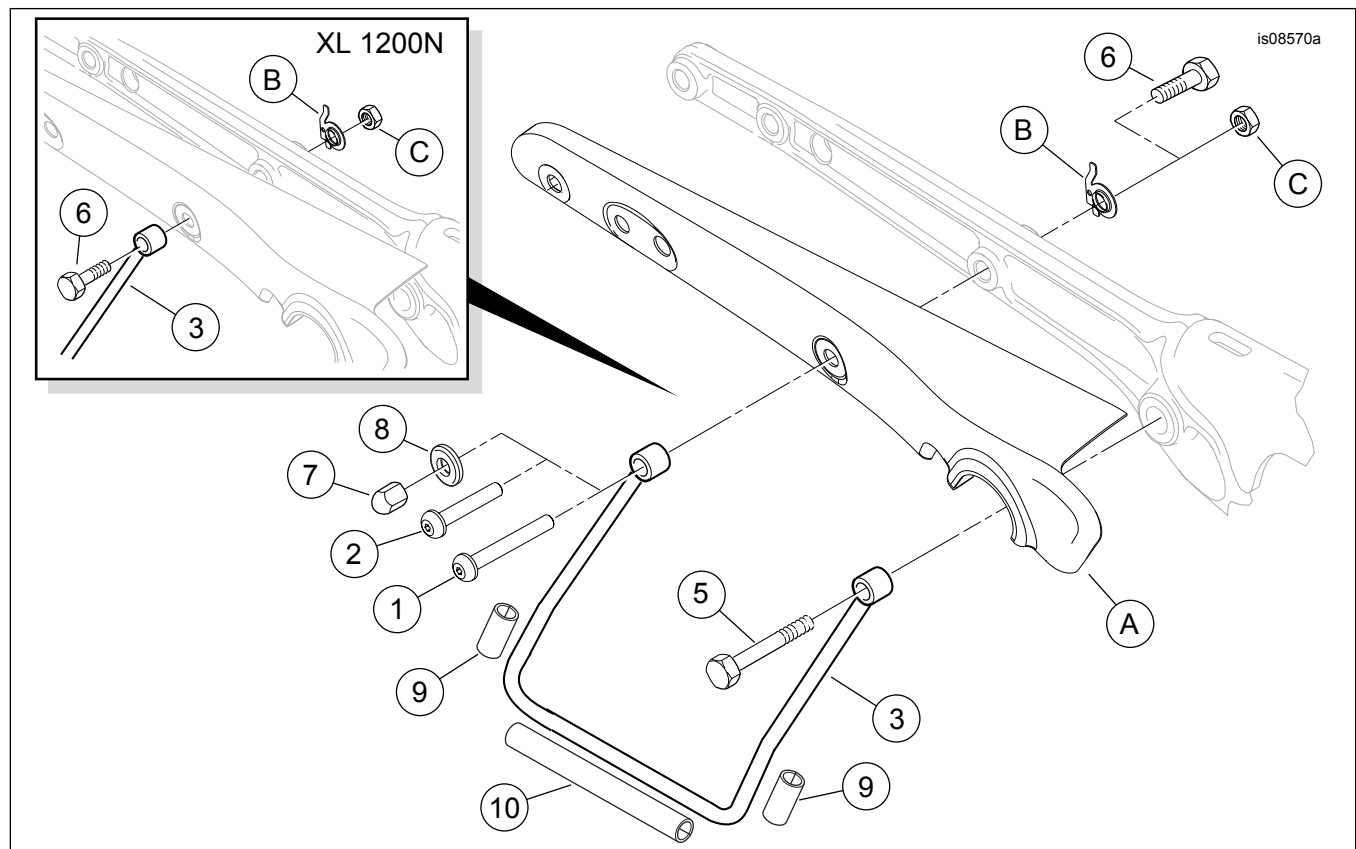

Abbildung 3. Ersatzteile, Satteltaschenstützensatz
Siehe Abbildung 3 und Tabelle 1.
4. Siehe Abbildung 3. Die Stützhalterung (3) mit der vorderen Befestigungsöffnung über dem Stoßdämpferzapfen und der hinteren Befestigungsöffnung über der Öffnung in der Schutzblechstütze positionieren.